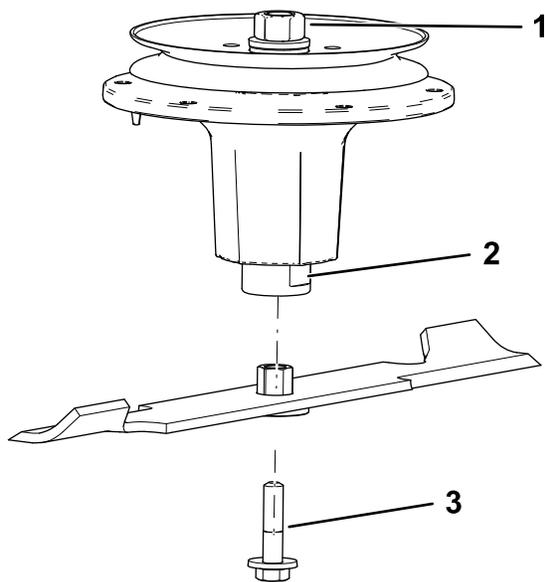

Рисунок 109
2. Вставьте узел втулки/ножа в вал шпинделя (Рисунок 109).